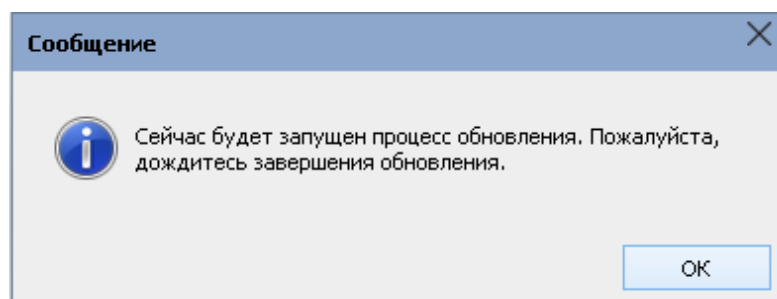

Рис. 10 – Сообщение, полученное после нажатия кнопки «Обновить ПО»
1. После нажатия кнопки «Обновить ПО» будет выведено следующее сообщение (Рисунок 10).